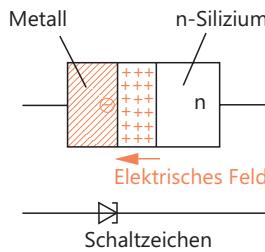

Bild 6.32
*Schottky-Dioden* sind *Metall-Halbleiter-Dioden*. Den prinzipiellen Aufbau einer Schottky-Diode zeigt Bild 6.32. Eine Metall-Zone ist mit einer n-Silizium-Zone eng verbunden. Da die Elektronen im n-Silizium einen höheren Energiezustand haben als die Elektronen im Metall, wandern überwiegend Elektronen von der n-Silizium-Zone in die Metall-Zone. Durch diese Ladungsträgerdiffusion entsteht eine Raumladungszone.